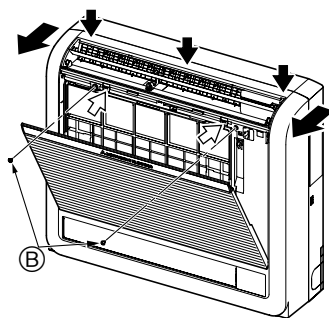

Fig. 3-3
- 1) Надавите в 2-х местах, указанных стрелками , и откройте переднюю решетку. (Fig. 3-3)